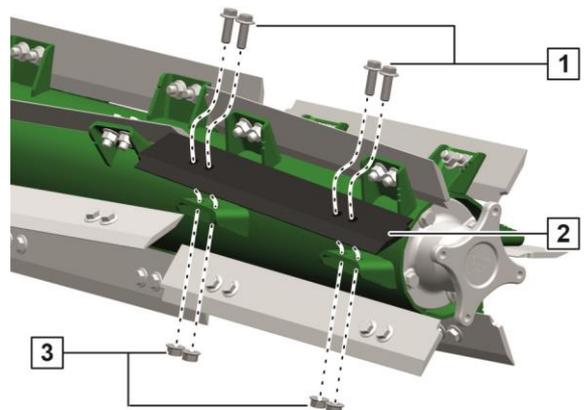

Fig. 456
1. Muttern (Fig. 456/3) demontieren
2. Schrauben (Fig. 456/1) demontieren
3. Messer (Fig. 456/2) um 180° drehen.